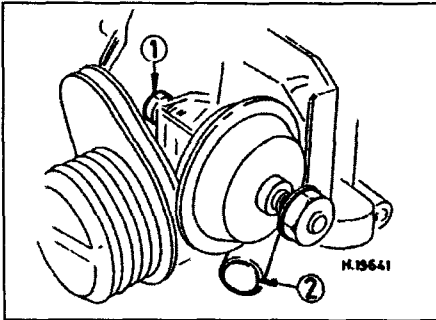

Рис. 4.3 Регулировка холостого хода
- 3 Регулируя винтом отрегулируйте холостые обороты (рис. 4.3).